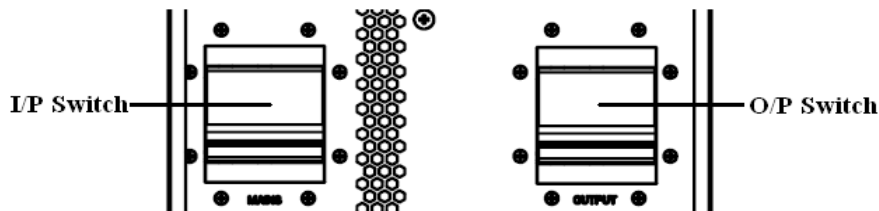

Fig. 3-7 Interruptor de salida del SAI
3. Encienda el interruptor de entrada (I/P Switch) (Fig. 3-7).